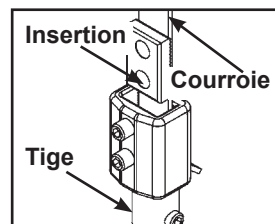
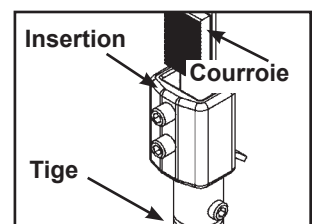

Figure 2A
Figure 2B
- D. Vérifier que la courroie et l'insertion sont installées correctement (voir la Figure 2A). **REMARQUE** : Ne pas installer l'insertion à l'envers (voir la Figure 2B).